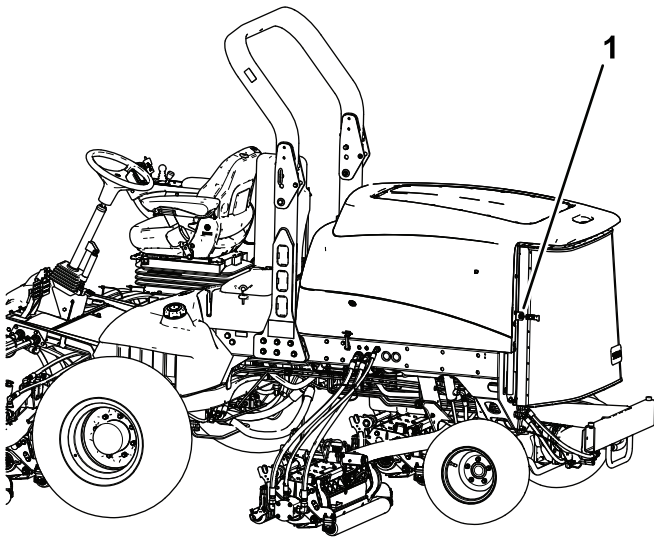

Bild 113
2. Entriegeln und schwenken Sie das hintere Gitter in die geöffnete Stellung (Bild 113).